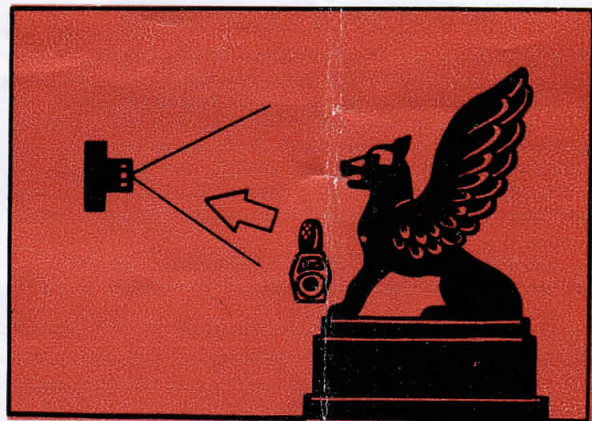

Рис. 6
2. Метод падающего света, или метод определения условий экспонирования по освещенности, состоит в измерении света, которым освещается фотографируемый объект. Фотоэлемент экспонометра с укрепленным на нем молочным светофильтром (или без него) направляют с места расположения фотографируемого объекта в сторону кино- или фотоаппарата (рис. 6).